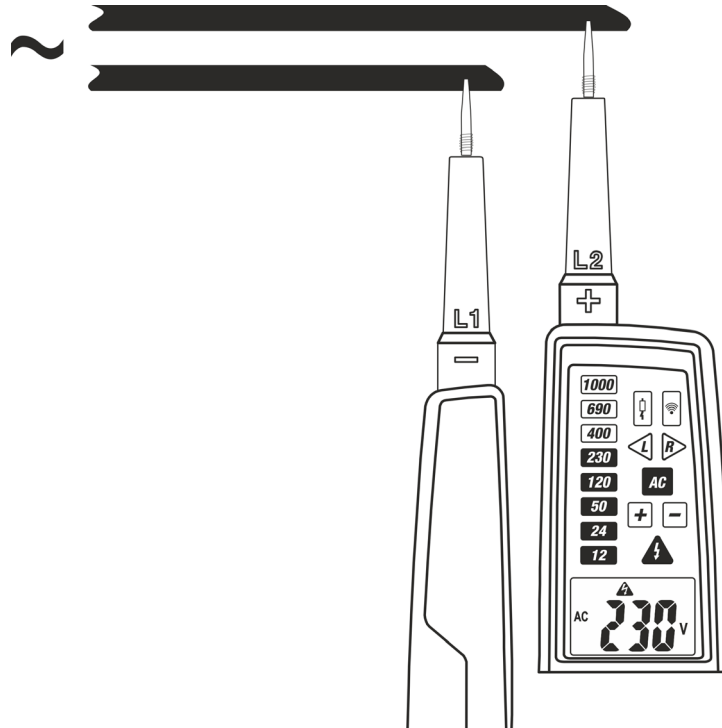

Fig. 5 : Mesure de la Tension CA
2. Connecter les embouts L1 et L2 à la source à tester (voir Fig. 5). La mesure est effectuée **uniquement avec le contact des embouts sur la partie métallique des conducteurs**